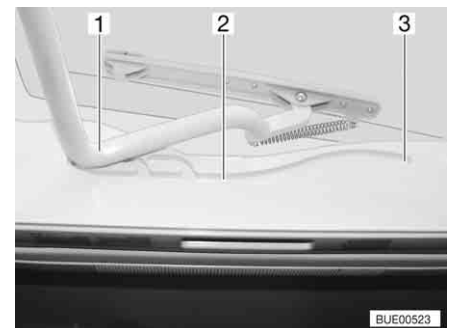

Fig. 73 Lanterneau Heki, glissière
- Tirer l'étrier (Fig. 73,1) dans les glissières (Fig. 73,2) jusque dans la position la plus reculée (Fig. 73,3).
- Pousser l'étrier (Fig. 73,1) légèrement vers le haut avec les deux mains.
- Tirer l'étrier dans les glissières (Fig. 73,2) jusqu'à la position souhaitée.